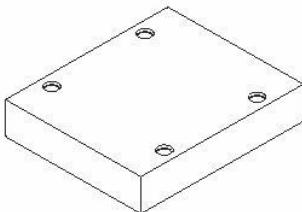

图7-55
1. 在设计区域中只显示 A 板, 将其他组件全部隐藏, 结果如图 7-55 所示。